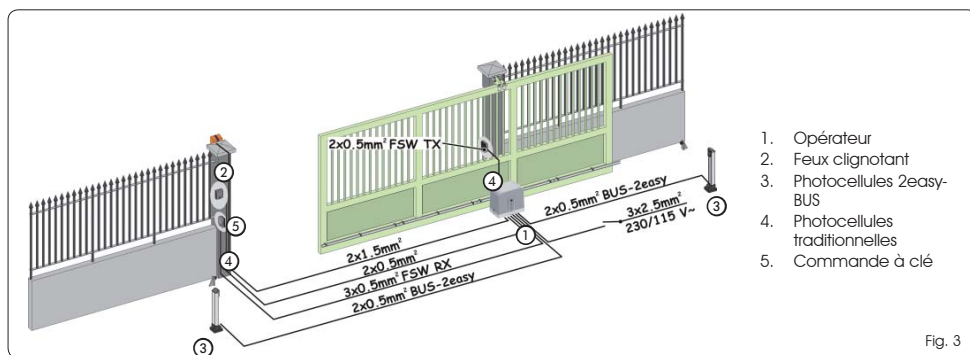

Fig. 3
4. Prédéposer les câbles électriques pour la connexion aux accessoires et l'alimentation électrique d'après la Fig. 3.
- En suivant les indications de la Fig. 3, prédisposer les câbles dans les conduites et effectuer les branchements électriques aux accessoires présélectionnés.